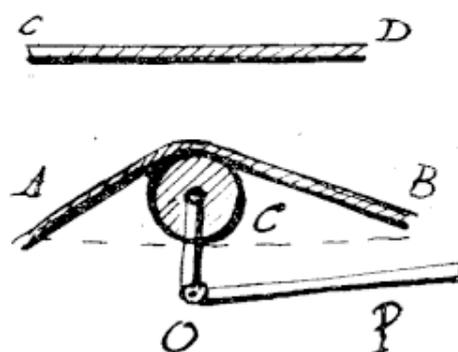

Fig. 56.
*Tendeur.* — On emploie également pour tendre la courroie en marche ce que l'on appelle un *tendeur* (fig. 56), formé par un galet C venant s'appliquer sur le brin conduit A B.